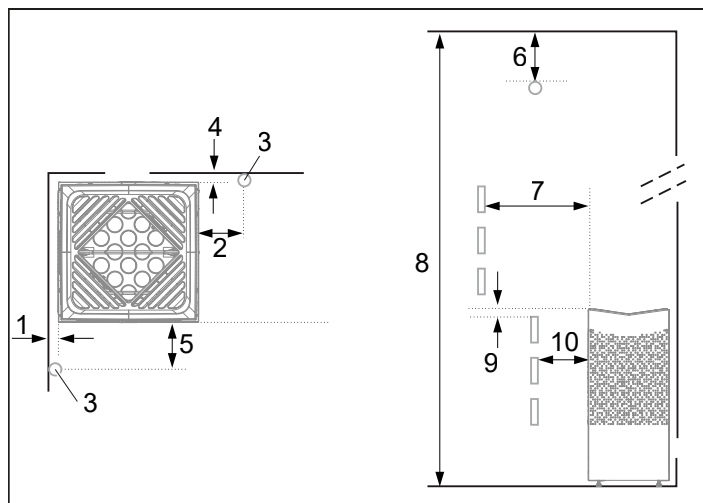
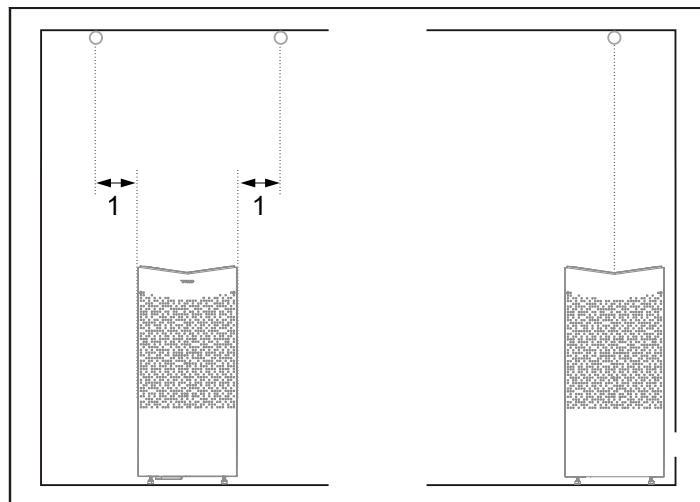

Fig 3: Placering av bastuaggregatet - normalmontage
Fig 4: Takmontering av sensorn
- Planera bastuaggregatets placering (se Avsnittet Aggregatets placering - normalmontage, fig 3).
- Planera sensorns placering (se Fig 3 samt Fig 4).
- på säkert avstånd till sidoväggar och inredning (se Fig 3).
Placera sensorn enligt bilden (se Fig 3).
Om väggen på vilken sensorn ska installeras är gjord av mycket värmeabsorberande material (t.ex. betong, tegel m.m.) eller om väggen är gjord av härdats glas, kan sensorn placeras i taket med avstånd från aggregatet enligt Fig 4.